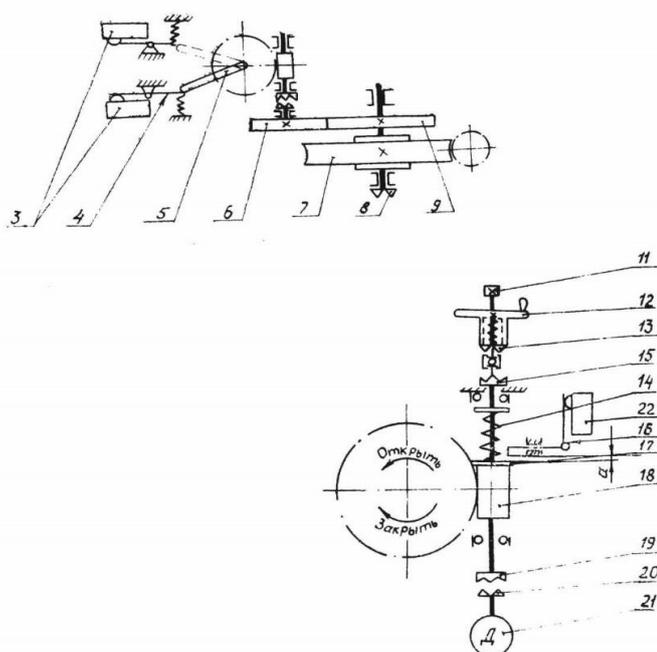

Рис. 9. Кинематическая схема приводов общего назначения типов Б, В, Г
5.1.1. При достижении запорным устройством арматуры предельной величины крутящего момента в положении «Закрыто» или в случае заклинивания шпинделя арматуры в промежуточном полжении червячное колесо 7 остановится. Червяк 18, продолжая вращаться под действием крутящего момента двигателя 21, сжимая через шайбу 17 пружину 14, переместится вдоль оси. Шайба 17, выбрав зазор "А", нажмёт на рычаг 16, который повернётся вокруг оси, освободит кнопку выключателя 22 (рис.9), разорвет цепь магнитногопускателя, и электродвигатель отключится от сети.